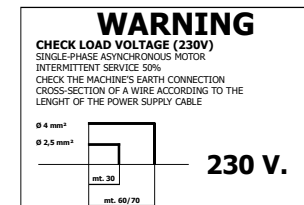

Fig. 1
3. Tverrsnittet på strømforsyningskabelen må dimensjoneres med hensyntagen til dennes lengde som, vist i (Fig.1)